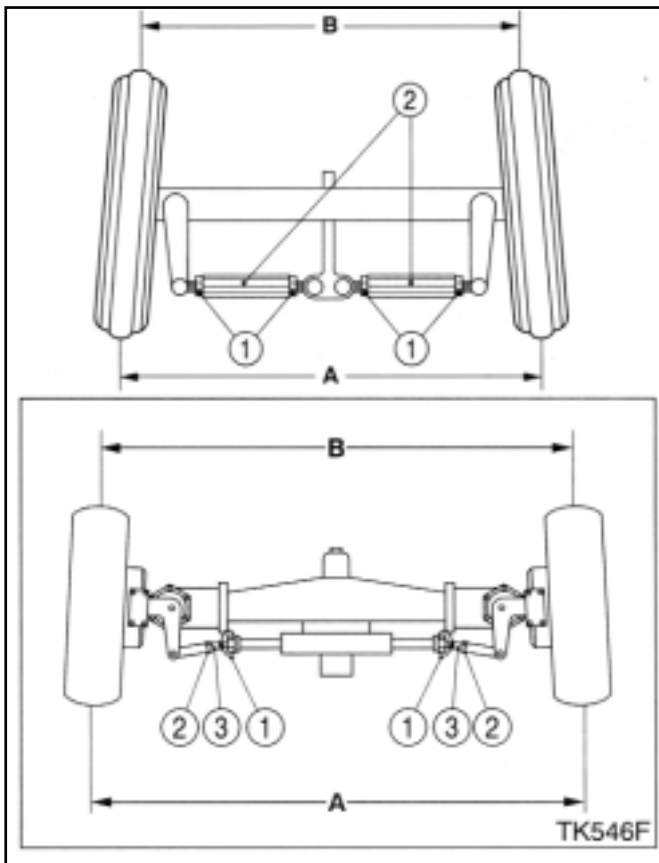

FIG. 121 / ABB. 121 / FIG. 121
Desserrez les contre-écrous (1) pour le réglage et ajustez la longueur de la barre d'accouplement en tournant les tendeurs (2). Réglez chaque côté de la même façon. Les rotules sphériques doivent pouvoir bouger librement après avoir serré les contreécrous (Fig. 121).
Zur Einstellung die Sicherungsmuttern (1) lösen und die Länge der Spurstangen durch Drehen der Spanner (2) einstellen. Die Spur auf beiden Seiten um den gleichen Betrag ändern. Nach dem Festziehen der Muttern müssen sich die Kugelgelenke leichtgängig bewegen können (Abb. 121).
Om het toespoor in te stellen draait u de contra moeren (1) los en past u de lengte van de stang aan door aan de spanschroeven (2) te draaien. De kogelgewrichten moeten vrij kunnen bewegen nadat u de contra moeren heeft aangedraaid (Fig.121).